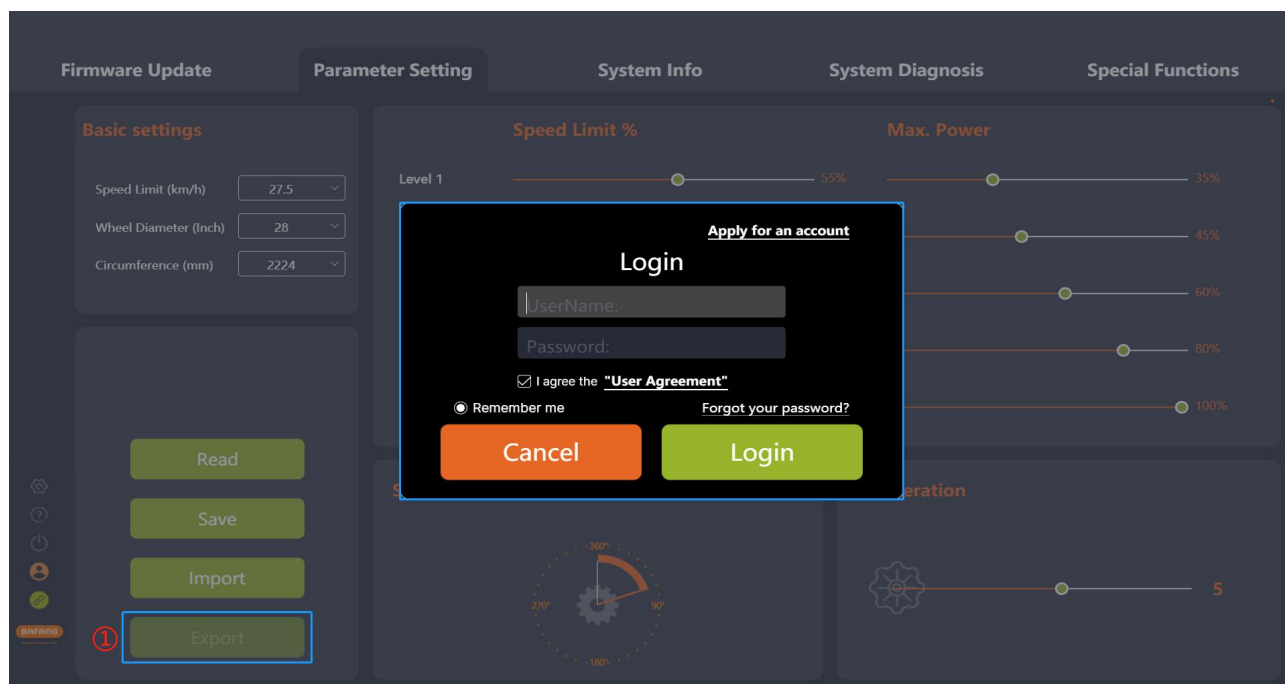

图 5-9 导出
- (1) 点击“导出”，如未登录会弹出登录界面，提示用户登录（如图 5-9）；